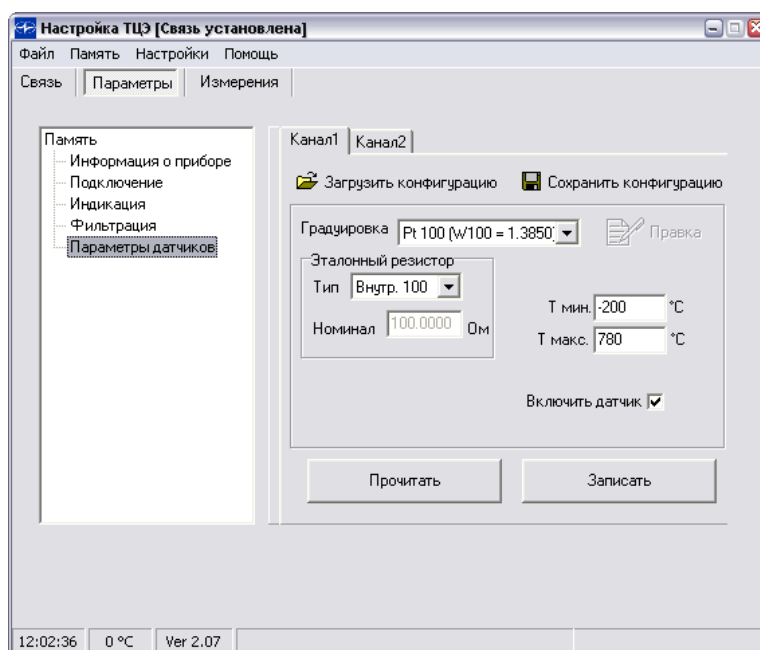

Рисунок 2.5
2.4.5. Параметры датчиков (рисунок 2.5)